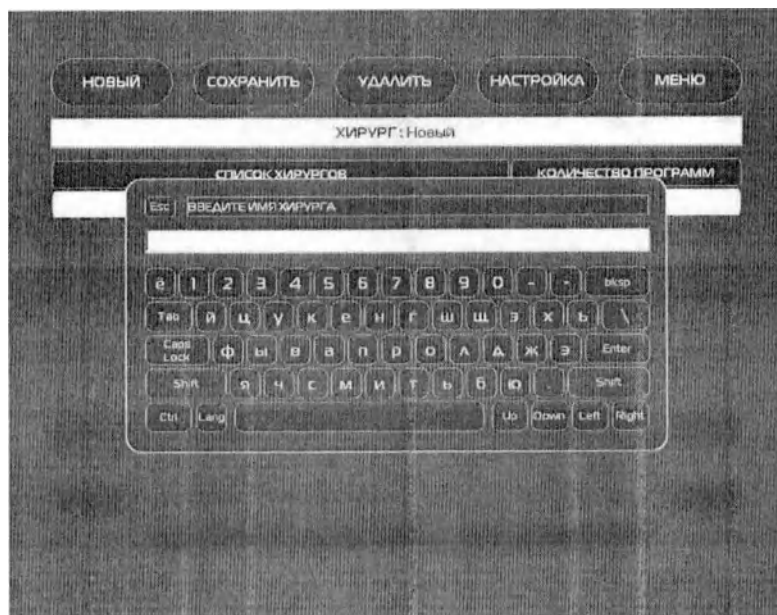

Рис. 14.42 – Панель «НОВЫЙ» с экранной клавиатурой.
Панель «НОВЫЙ» (Рис. 14.42) предназначена для ввода настроек нового пользователя.
14.10.1. После нажатия клавиши «НОВЫЙ» появится панель с экранной клавиатурой (рис. 14.42), с предложением ввести имя нового пользователя.